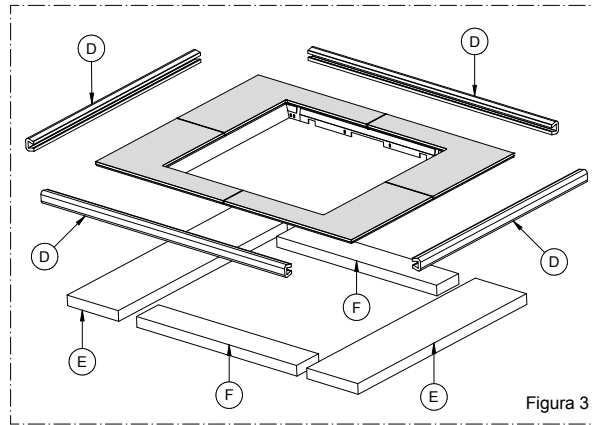

Figura 3
- Liberare la cornice dagli imballi D, E ed F (vedi Figura 3).